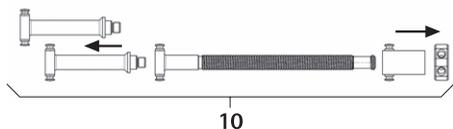

Рис. 6
- ▶ Демонтировать дистрактор 10, см. Рис. 6. шпиндельный